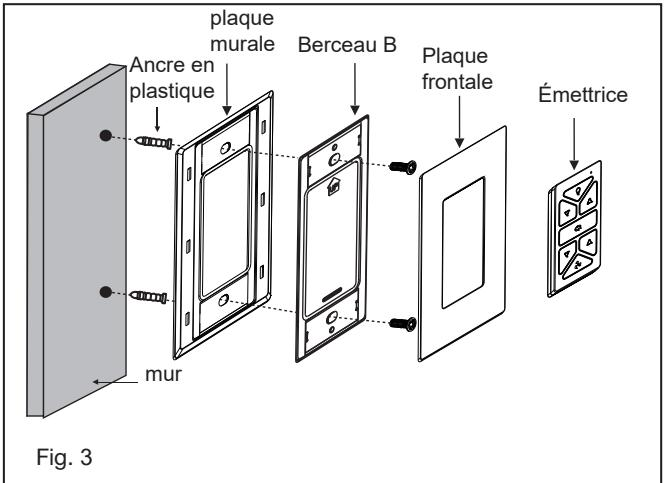

Fig. 3
1. Sélectionnez un emplacement souhaité. Utilisez la plaque murale pour marquer l'emplacement des trous de montage. Des chevilles murales en plastique ou des vis de montage sont nécessaires pour cette application. (Fig.3)